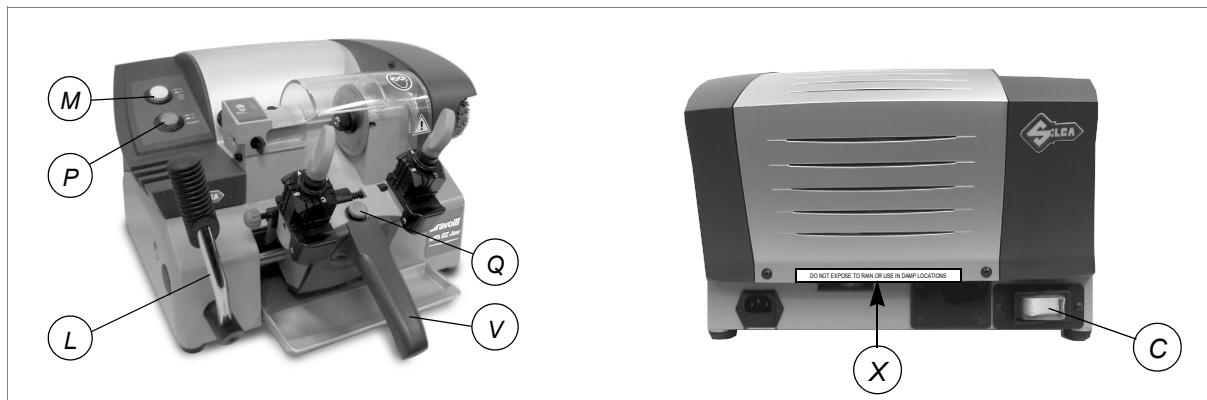
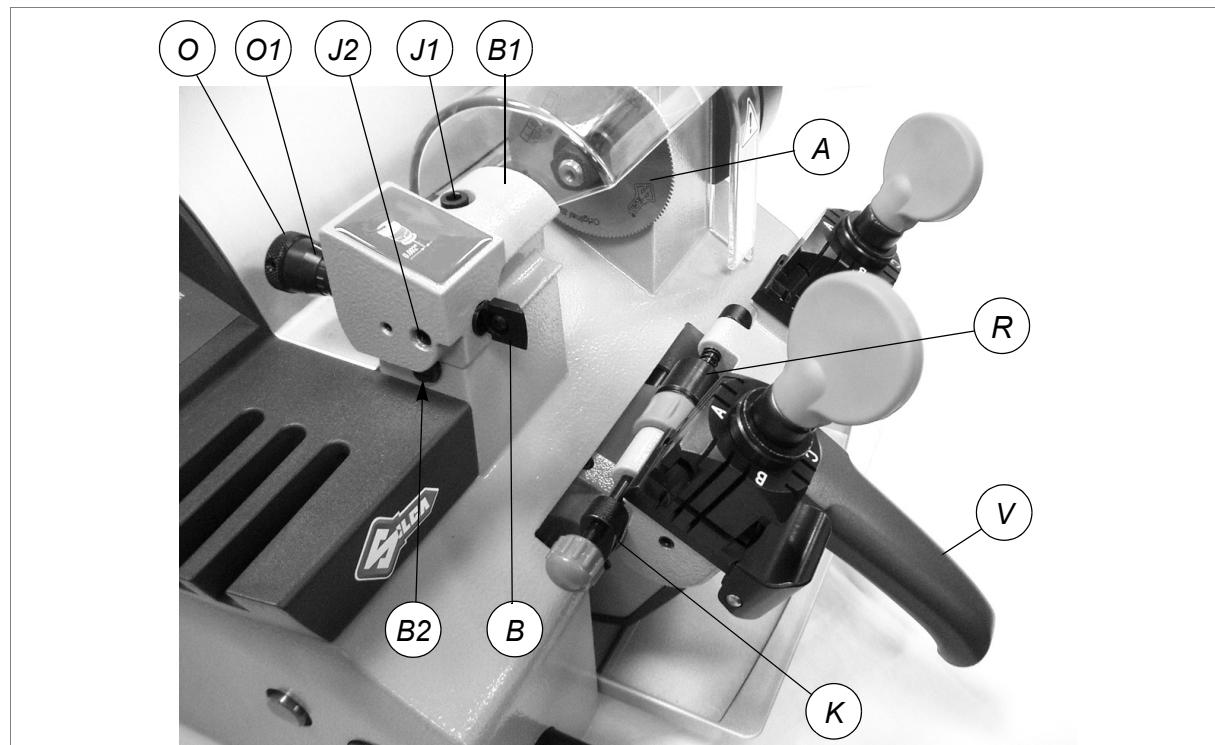

Fig. 9
Fig. 14
- 3) desenganchar el carro bajando el asa (V) y presionando completamente el botón (Q) (fig.9, pág.13).
- a) afloje el tornillo que sujetla el palpador (J2) (fig.14, pág.15).
- b) gire el botón (O) en sentido horario para hacer avanzar el palpador.
- c) gire el botón (O) en el sentido opuesto para hacerlo retroceder (cada muesca del tambor graduado corresponde a una variación de 0.002").
- a) mantenga firme con una mano la parte moleteada del botón (O).
- 1) apague el interruptor general (C) para efectuar la operación con toda seguridad e imposibilitar la puesta en movimiento de la fresa.
- 2) coloque las llaves de ajuste en las mordazas (fig.14), con el entalle a V dirigido hacia fresa y palpador y actúe como se explica a continuación:
- a) asegúrese de que la caras de apoyo se adhieren a las mordazas y de que los calibres (K) están perfectamente en contacto con los topes.
- b) para poner los calibres en contacto con las llaves, gire el tambur (R) hacia Ud. mismo (al revés para ponerlos en posición de reposo).
- 4) ponga las llaves de ajuste con el entalle en V en contacto con la fresa (A) y el palpador (B).
- a) afloje el tornillo (J1) para mover el palpador (fig.14).
- 8) baje el carro mediante la manilla (V) (el enganche será automático).